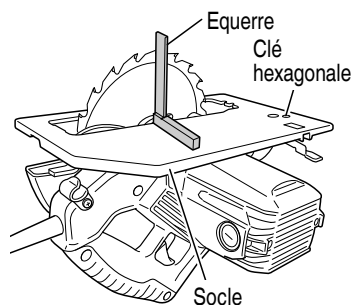

Fig. 20
- (1) Retourner le socle (Fig. 20) et desserrer le levier (A).
- (2) Placer une équerre entre le socle et la lame de scie et déplacer la position du socle en tournant la vis à six pans creux avec une clé hexagonale de façon à obtenir un angle droit.